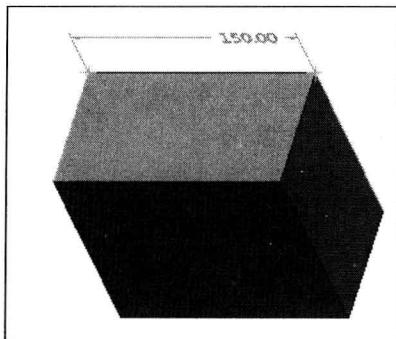

图 1-4
Step 01 在工作窗口中按住“Alt”键对尺寸进行选择，如图 1-4 所示。